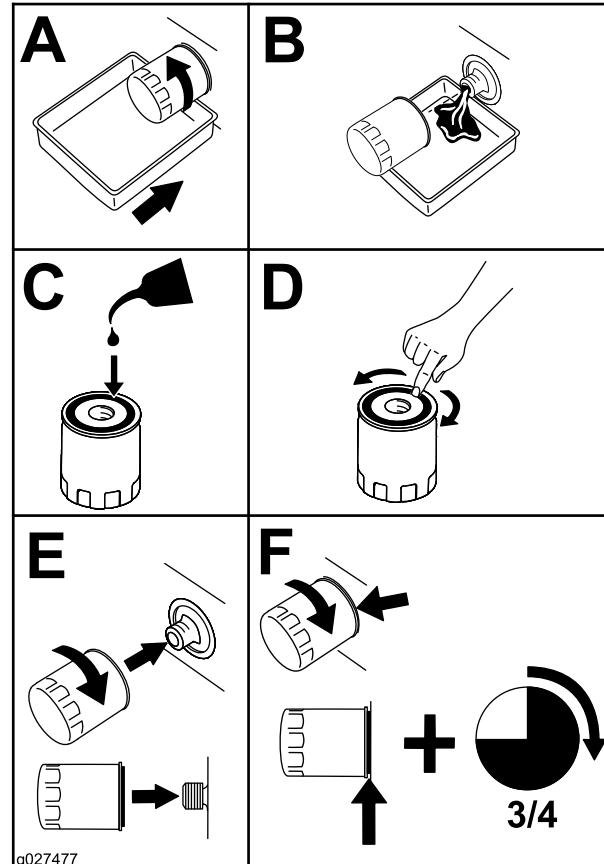

Figura 41
2. Sustituya el filtro de aceite del motor (Figura 41).